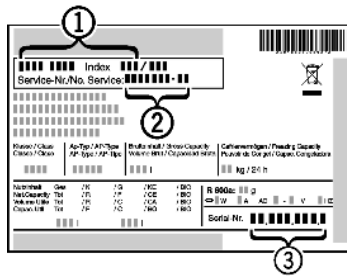

Fig. 16
- Наименование устройства, *Fig. 16 (1)*, сервисный № *Fig. 16 (2)* и серийный № *Fig. 16 (3)* считайте с заводской таблички. Заводская табличка находится внутри устройства слева.
- ▶ Обратитесь в сервисную службу и сообщите вид неисправности, наименование устройства, *Fig. 16 (1)*, сервисный № *Fig. 16 (2)* и серийный № *Fig. 16 (3)*.